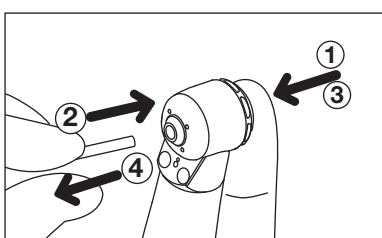

図1
- 2)プッシュボタンを押しながら、バーをチャック内に挿入します。(図1①②)
プッシュボタンを押しながらバーを取り外してください。(図1③④)